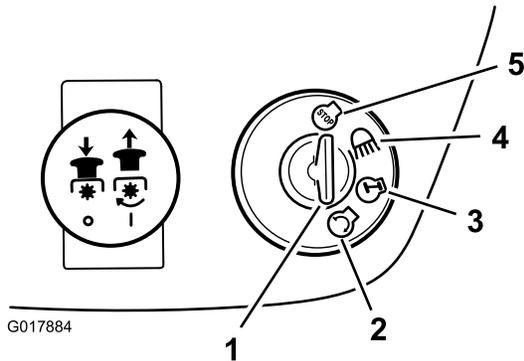

Figure 10
6. Tournez la clé de contact dans le sens des aiguilles d'une montre et maintenez-la en position de Démarrage (Figure 10).
2. Tournez la clé de contact à la position Arrêt (Figure 10).